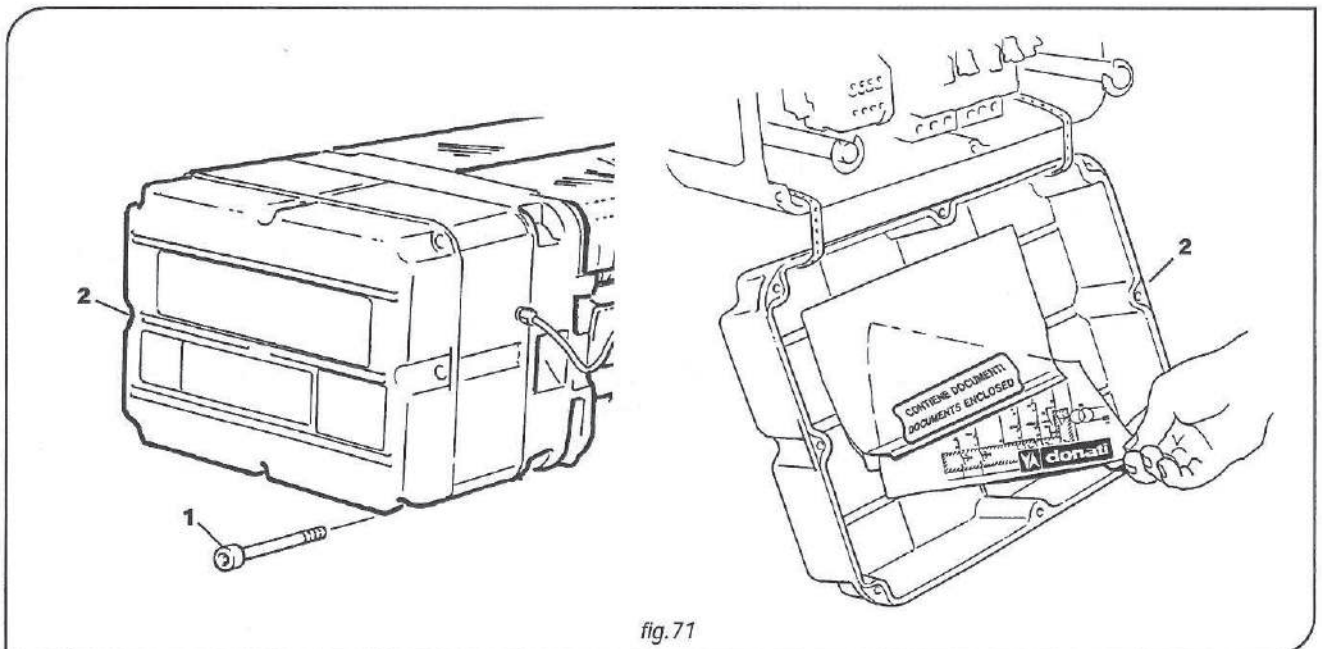

fig.71
3. Desatornillar completamente las tuercas -1- que fijan la tapadera del hueco del lado del aparato (opuesto al motor), quitar la tapadera misma -2- y asegurarse de la presencia, al interno del cuadro de control del esquema eléctrico (fig 71).
6. Volver a colocar el esquema eléctrico en el aparato, cerrar con tapadera -2- teniendo cuidado de no dañar la guarnición y/o el relativo plano de contenido, atornillar a fondo todos los tornillos -1- (fig. 71).